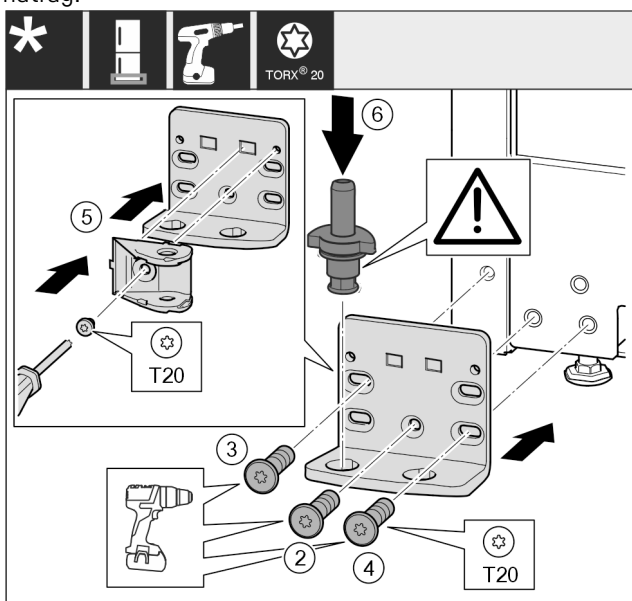

Fig. 21*
- ▶ Postavite podložak ležaja na drugu stranu i pritegnite ga odvijačem. Započnite s vijkom Fig. 21 (2) dolje u sredini.*
- ▶ Pritegnite vijak Fig. 21 (3) i vijak Fig. 21 (4).*